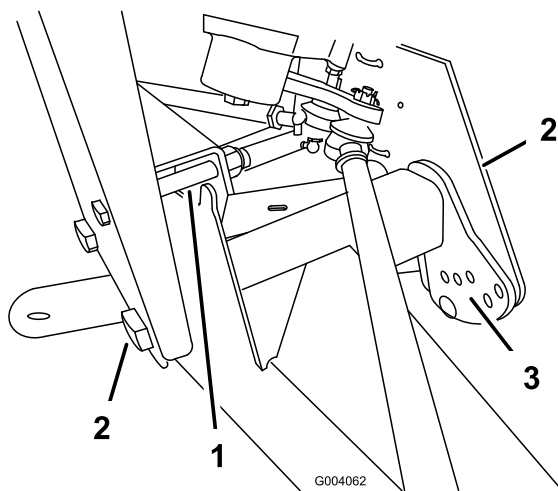

Bild 40
2. Entfernen Sie die Anschlagschraube (Bild 40).
3. Lockern Sie die Zentrierschrauben im vorderen A-Arm (Bild 40).
4. Entfernen Sie die Fahrhöhe-Einstellschraube (Bild 40).
5. Drehen Sie den vorderen A-Arm in die gewünschte Stellung (siehe die nachstehenden Hinweise) und schrauben die Fahrhöhe-Einstellschraube wieder ein (Bild 40).
7. Ersetzen Sie die Anschlagschraube (Bild 40).